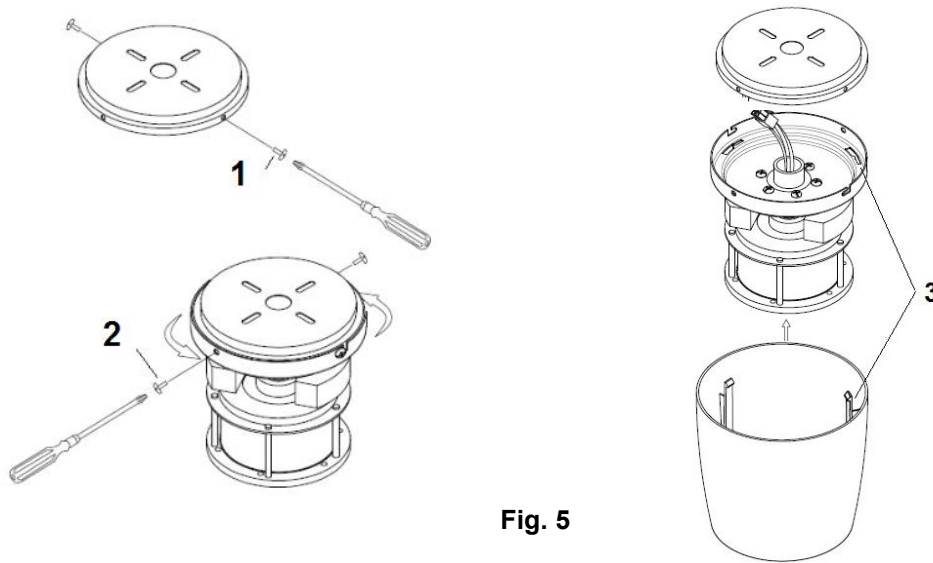

Fig. 5
- 마운팅 브라켓에 있는 나사 두 개(2)를 완전히 풀어줍니다. Fig. 5
- 마운팅 브라켓에 있는 나머지 나사 두 개(1)를 조금만 풀어줍니다. Fig. 5